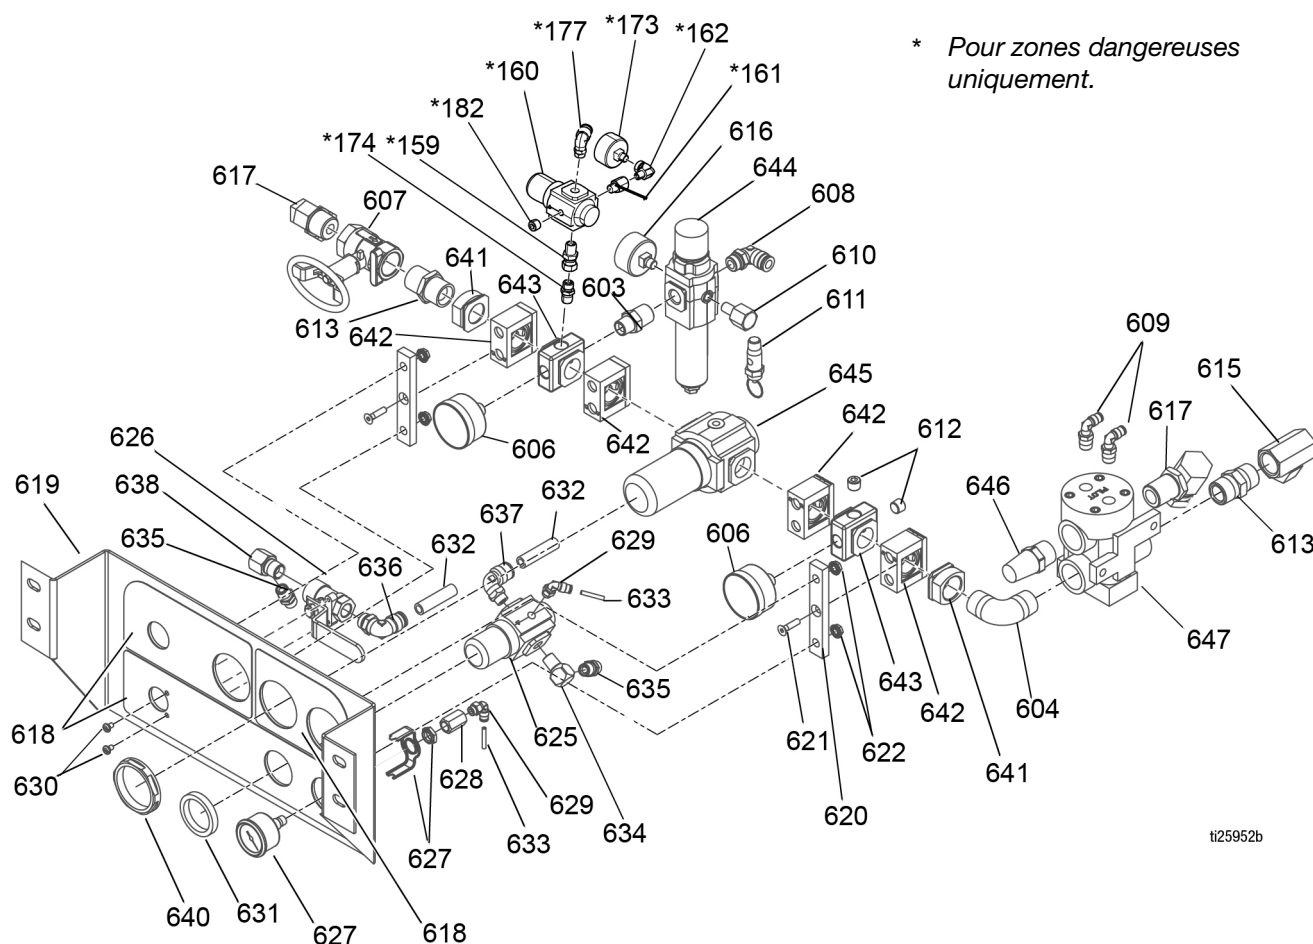

FIG. 5 : Ensemble commandes pneumatiques (18)
2. Débrancher les conduites d'air (67) du moteur pneumatique et de la conduite d'air du système (67).
3. Retirer les quatre écrous (17) de l'avant des commandes pneumatiques (18). Voir la FIG. 5, page 25.
4. Sortir le tout (18).
1. **Dépose de l'ensemble des commandes pneumatiques (18).**
2. Retirer les deux vis (630) de l'avant du support des commandes pneumatiques (619). Voir la FIG. 5, page 25.
3. Débrancher la conduite d'air (632) qui alimente l'ensemble de vanne à bille (626).
2. Retirer l'écrou du régulateur (631) et débrancher les conduites d'air (632, 633) alimentant le régulateur (625). Voir la FIG. 5 page 25.
3. Retirer l'ensemble du vieux régulateur (625) et le remplacer par un nouveau.